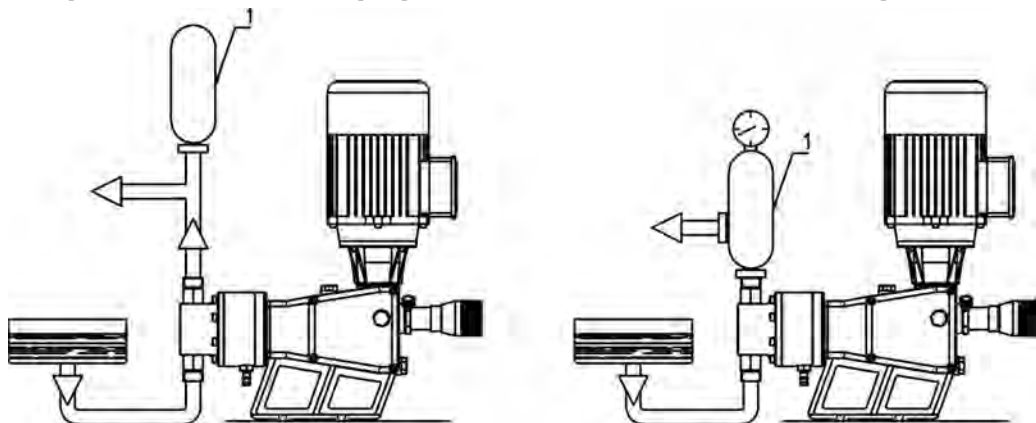

Fig. 8 - configurazioni con accumulatore pneumatico o smorzatore d'impulsi
5.3.3 Configurazione con accumulatore pneumatico o polmone smorzatore di impulsi (Rif. 1 - Fig.8)